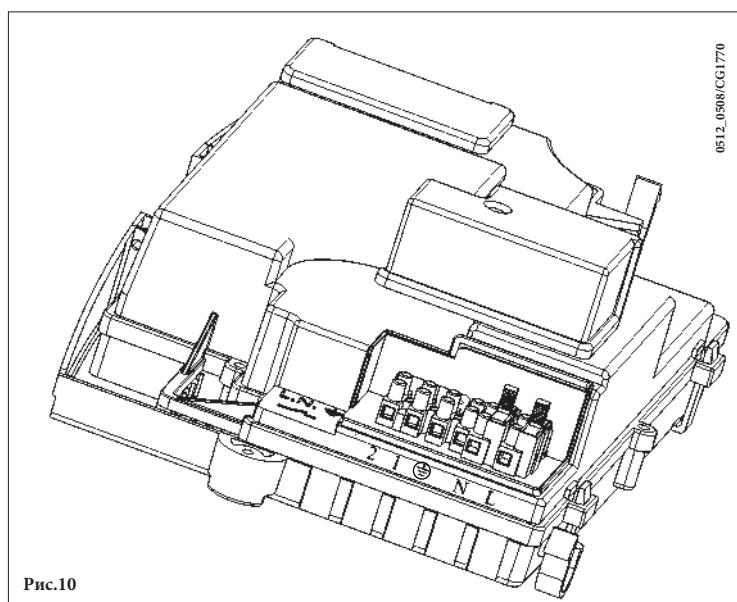

Рис.10
- для доступа к контактам снимите крышку (рис.10).
- откройте доступ к клеммам подключения электропитания (рис.10);
- подключите двухпроводной кабель, идущий от терmostата, к клеммам (1) и (2);
Если не используется комнатный термостат, необходимо поставить перемычку на контакты 1-2 клеммной колодки М1 (рис. 10).